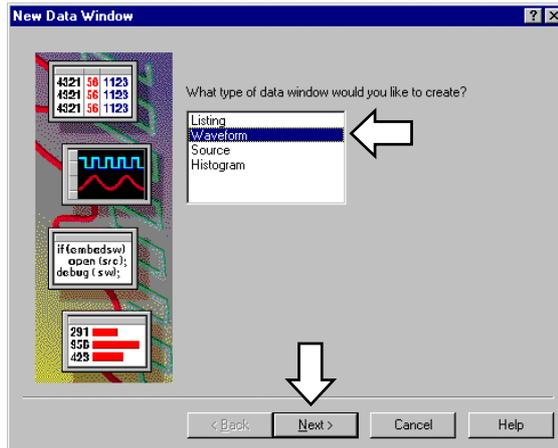

図 3-31 : [New Data Window]ウィザードの最初の画面
6. メニューバーの[Window]ウィンドウから、あるいはツールバーの<New Data Window>ボタンをクリックし、図 3-31 の[New Data Window]ウィザードを起動します。